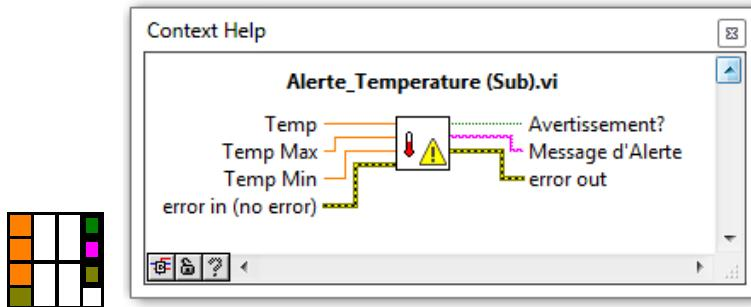

Figure 2.5. Panneau de connexion du sous-VI Alerte_Temperature (Sub).
4. Connecter les entrées et les sorties du VI au panneau de connexion comme montré dans la **figure 2.5**.
- ✓ Continuer à construire le panneau de connexion jusqu'à ce que tous les contrôles et les indicateurs soient câblés et que le contenu de la fenêtre **Context Help** correspond à celui montré dans la **figure 2.5**.